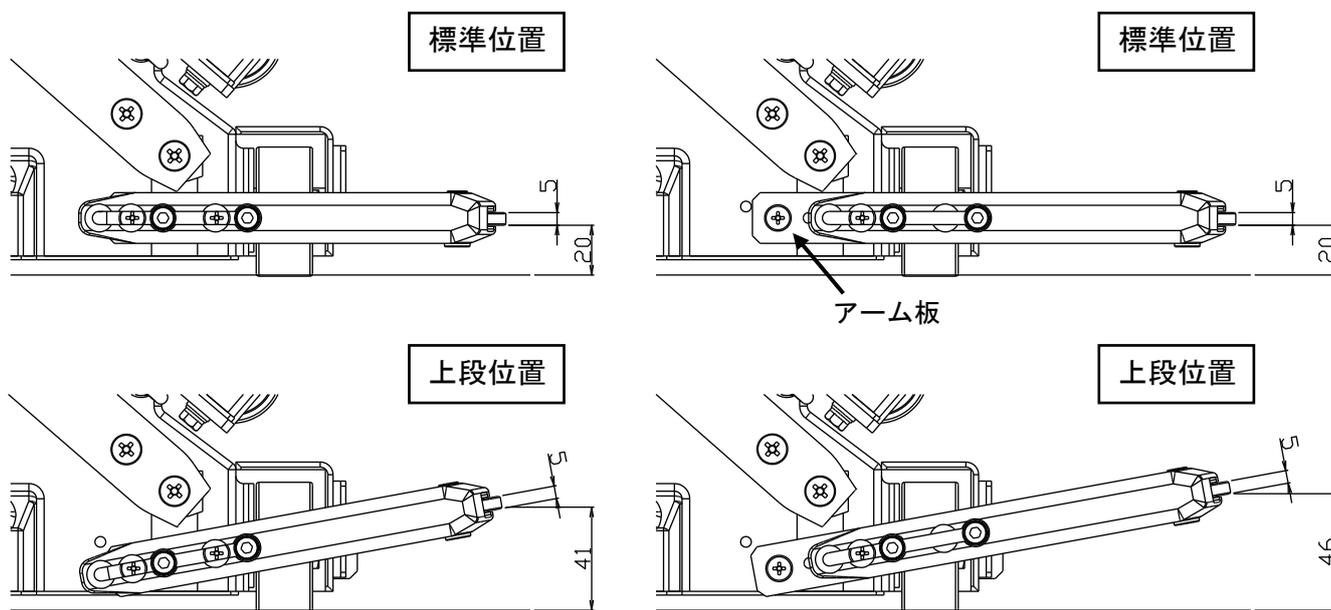

図3. ガイドローラー高さ
10. ガイドローラの高さを3段階に調整できます。(5.1 各部の名称と機能 図3参照)
また図3のように取付方法を変更することにより、ガイドローラーの高さ調整が出来ます。